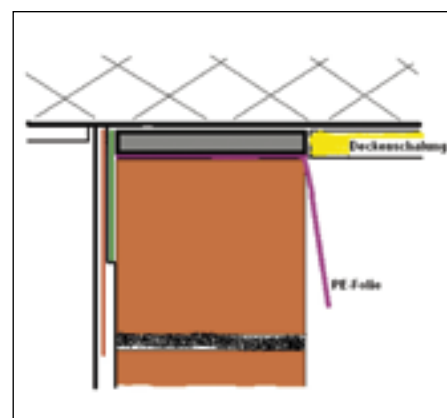

Abb. 7: Rissprophylaxe mit Trennvlies und Panzergewebe.
■ Werden vom Unternehmer die nicht korrekt ausgeführten Deckenaufleger bereits bei der Untergrundbeurteilung erkannt, muss er durch den Maurer eine Rissprophylaxe ausführen lassen oder diese auf dessen Kosten selber ausführen. Dazu klebt er ein 10 cm breites, selbstklebendes Trennvlies exakt unter der Decke anstossend, sozusagen als Entkoppelung, auf. Dazu ist es allerdings notwendig, dass der Mörtel- oder Betonstreifen mindestens 20 mm breit ist, damit genügend Klebfläche vorhanden ist (Abb. 7). Anschliessend bettet er ein ca. 25 cm breites Panzergewebe mit einem mineralischen Haftmörtel ein. →